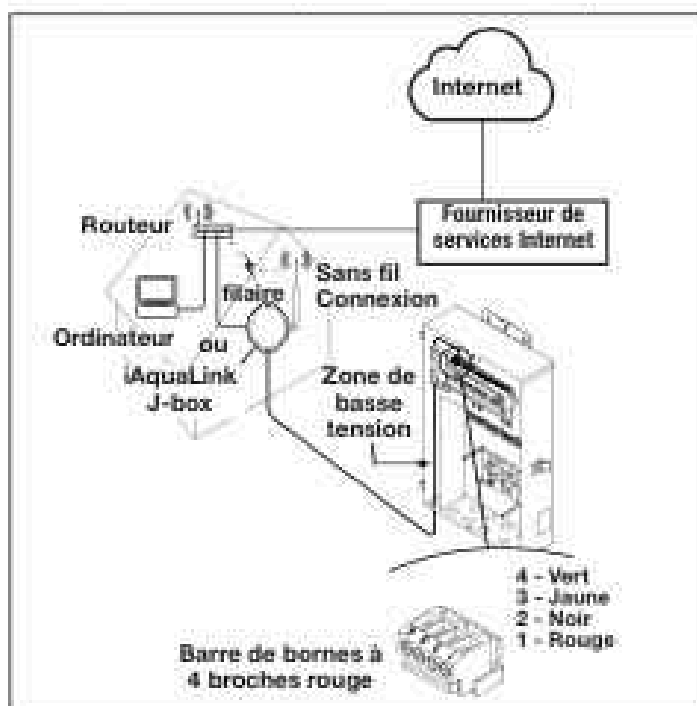

Figure 31. Installation intérieure de la boîte de connexion iAquaLink
2. Installez la boîte de connexion iAquaLink à au moins 1,8 m (6 pi) au-dessus du sol, à au moins 3 m (10 pi) de tout moteur ou ventilateur pouvant être près et à au moins 1,5 m (5 pi) de tout autre émetteur-récepteur de la boîte de connexion. Voir la figure 31.
5. Tirez le câble à travers l'alvéole défonçable et dans la zone de basse tension. Voir la figure 31.
7. Dénudez chaque câble de 6 mm (¼ po) et connectez-les au connecteur rouge sur la carte de circuits imprimés du centre électrique. Une trousse Multiplex (N/P 6584) peut être nécessaire s'il y a plus de deux (2) câbles reliés à un connecteur rouge de la carte de circuits imprimés du centre électrique.